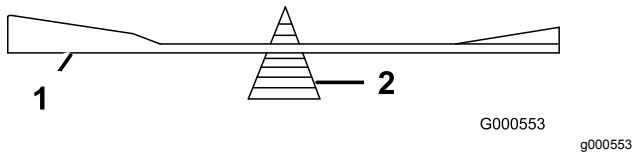

Figura 76
- Verifique el equilibrio de la cuchilla colocándola sobre un equilibrador de cuchillas (Figura 76).